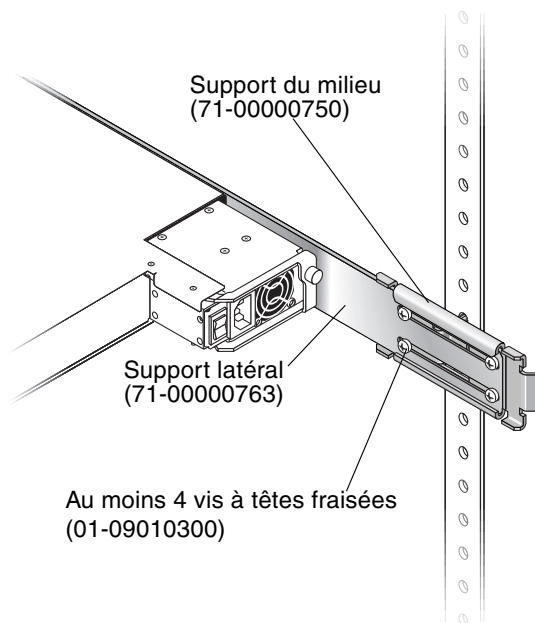

FIGURE 2-12 Exemple d'assemblage de supports du milieu et latéraux
8. Fixez chaque support latéral sur un support du milieu (voir FIGURE 2-12).